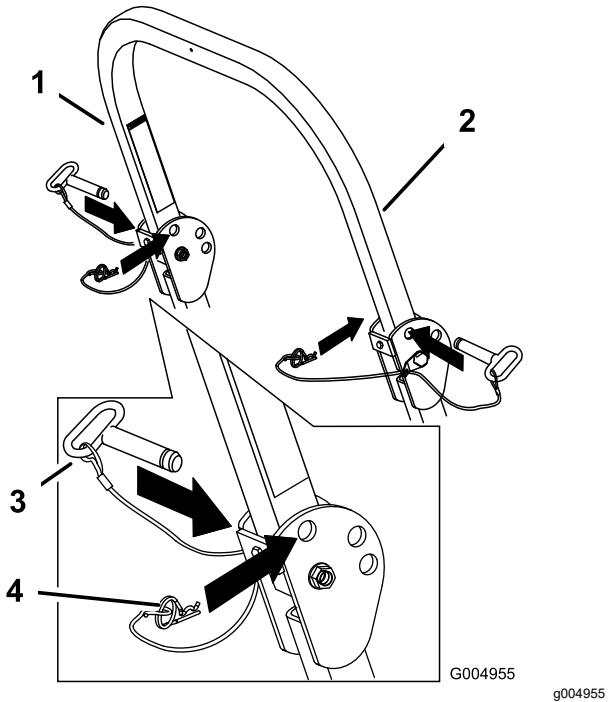

Figura 5
1. Retire las chavetas y retire los dos pasadores (Figura 5).
3. Instale los dos pasadores y sujetelos con las chavetas (Figura 5).
2. Eleve la barra anti-vuelco a la posición vertical, instale los dos pasadores y sujetelos con las chavetas (Figura 5).